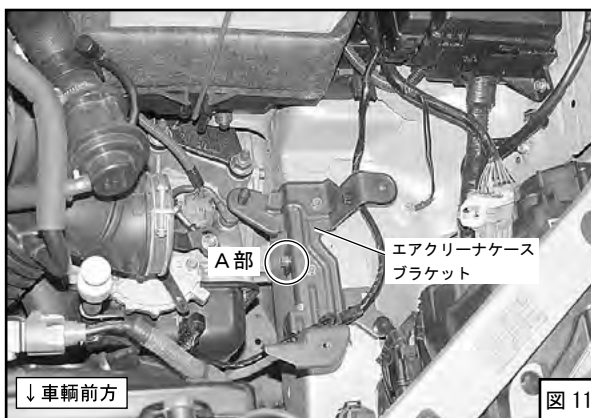

図11
- (6) ボルト3本を外してエアクリーナケースブラケットを取外してください。(図11)